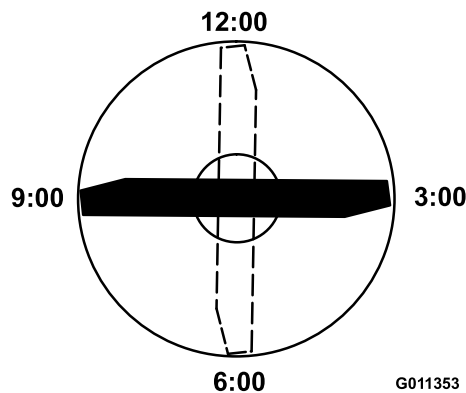

Figure 81
4. Positionnez le tranchant de l'extrémité marquée à la position 12 heures (droit devant dans la direction de la tonte) (Figure 81) et mesurez la hauteur de la surface plane au tranchant de la lame.
5. Tournez l'extrémité marquée de la lame aux positions 3 et 9 heures (Figure 81) et mesurez les hauteurs respectives.